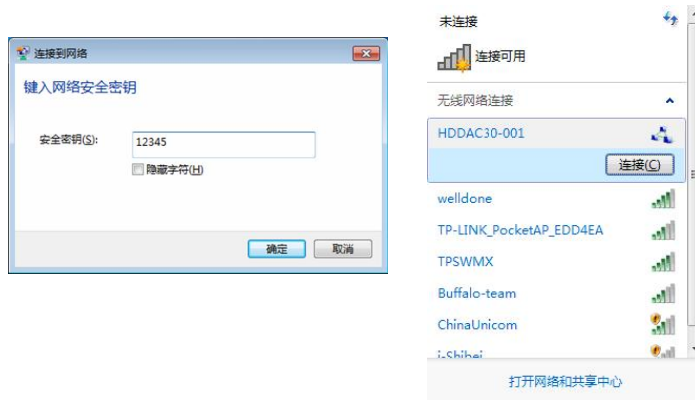

图6-10 无线网络连接和密码
- 3) 通过测控主机无线网络连接“HZZDB30-XXX”的点对点网络，XXX 序号为 001~999，网络密码为：“12345”，如图 6-10 所示；